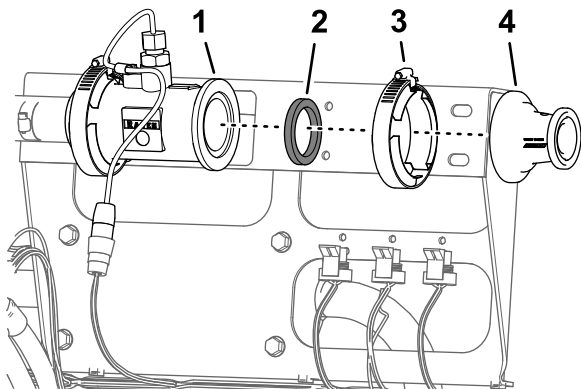

Рисунок 71
6. Снимите фланцевый хомут на 51 мм и прокладку на 38 мм, которые крепят фланец переходника к фланцу расходомера (Рисунок 71).